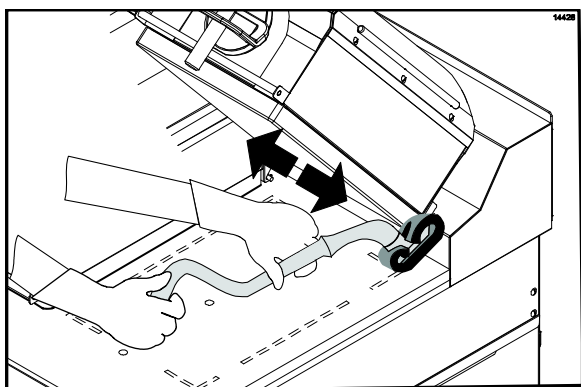

Рисунок 35
17. Нанесите на задние части верхних плит моющий раствор для гриля, начиная с правой верхней плиты (двигаясь к левой верхней плите). (См. рис. 35)